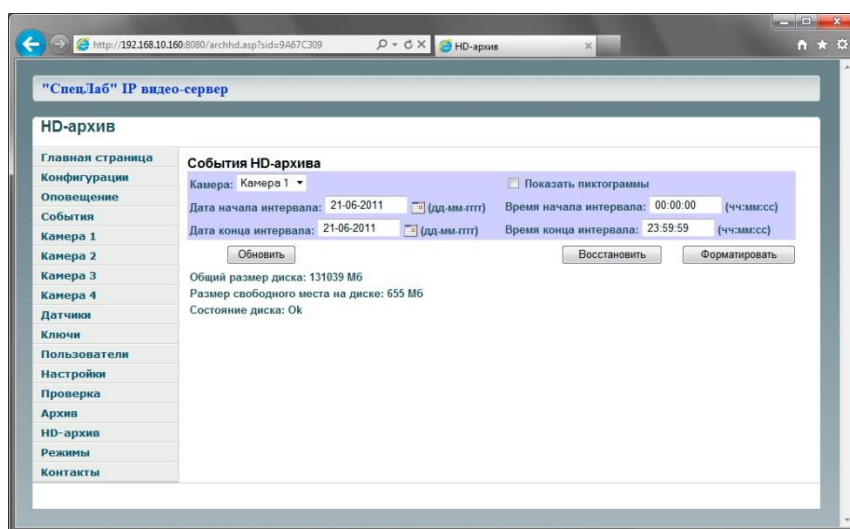

Рисунок 77. HD архив
1. Откройте HD архив (см. Рисунок 77. HD архив)